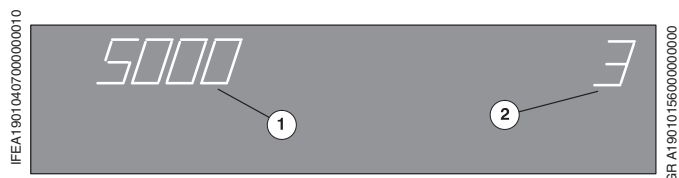

Рис. 27 Индикатор скорости смывки и числа оборотов смывки
- ❶ Для смывки офсетного полотна **во время останова машины** нужно нажать кнопку **СМЫВКА ОФСЕТНОГО ПОЛОТНА** два раза, **при прерывании печати** - один раз.
Машина вращается в процессе смывки с числом оборотов для смывки (5000 об./час, Рис. 27/❶); смывочное устройство приводится к офсетному цилиндру пневматикой.
Офсетное полотно смывается в соответствии с предварительно выбранными настройками. На дисплее индицируется скорость смывки (Рис. 27/❶) и число оборотов смывки (Рис. 27/❷, счет назад).